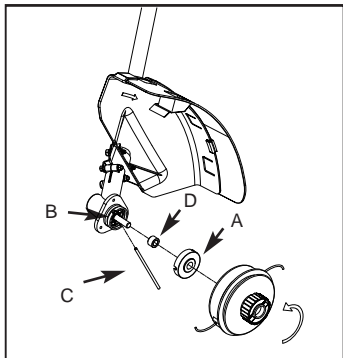

Fig. 4
1. Installez le manchon cannelé (D) et le collier de pignon (A) tour à tour en vous assurant que l'entretoise du collier est en place (Fig. 4).
2. Insérez la goupille de maintien (C) et vissez la tête de coupe sur l'arbre. Serrez la tête de coupe à la main uniquement (Fig. 4)